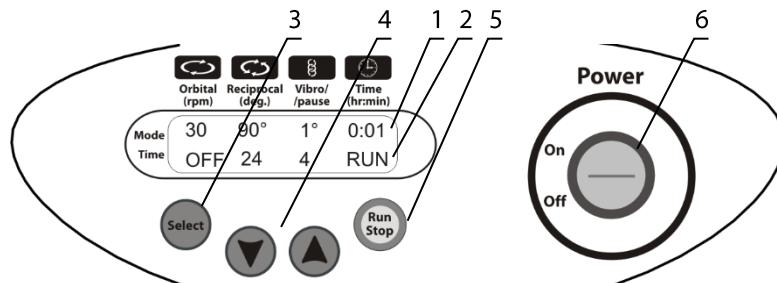

Рисунок 3. Панель управления модели PSU-20i
- 5.2.1. Подключите внешний блок питания к сети. Переведите переключатель питания **Power** в положение **On** (включено, рис. 3/6).
- 5.2.4. Нажмите кнопку **Run Stop** (рис. 3/5) для начала программы. Платформа придет в движение, на дисплее показывается индикация RUN (рис. 3/2) и меняющиеся значения таймеров.
- 5.2.6. Если время работы не установлено или сброшено и индикатор времени на дисплее показывает OFF (рис. 3/1), при нажатии кнопки **Run Stop** прибор начинает вращение до тех пор, пока не будет нажата повторно кнопка **Run Stop**.
- 6.3. Нажмите кнопку **Select** (рис. 3/3) для выбора изменяемого параметра. Каждое нажатие кнопки **Select** последовательно выбирает параметры. Выбранный параметр мигает. Используя кнопки **▼** и **▲** (рис. 3/4), установите необходимое значение выбранного параметра. Долгое нажатие на кнопку ускоряет смену значений.
- 6.7. Таймер (рис. 3/1) управляет общей продолжительностью программы. Время устанавливается от 1 минуты до 96 часов (шаг установки 1 минута).